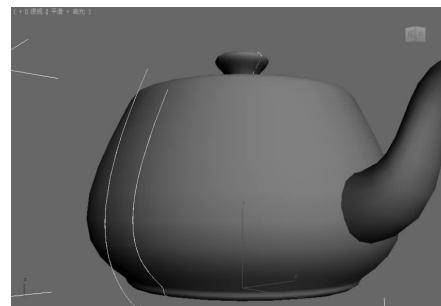

图 5-70 创建曲面偏移曲线 ▲
- (创建曲面偏移曲线): 偏移曲面上的曲线, 如图 5-70 所示。